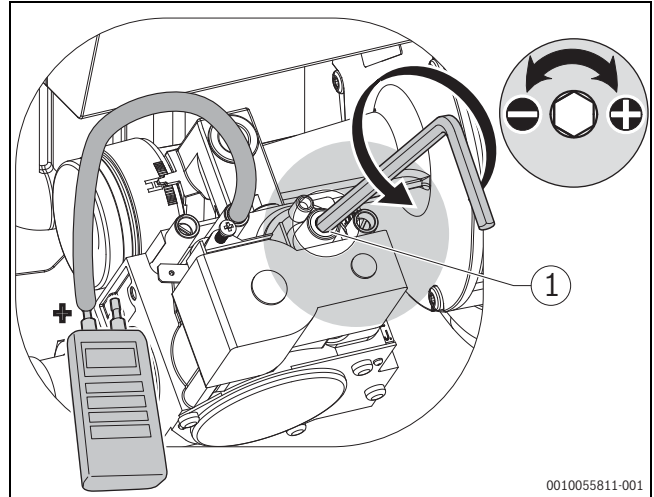

Bild 52 Einstellung Teillast
- ▶ Gas-Luft-Verhältnis an der Einstellschraube einstellen (→ Bild 52).